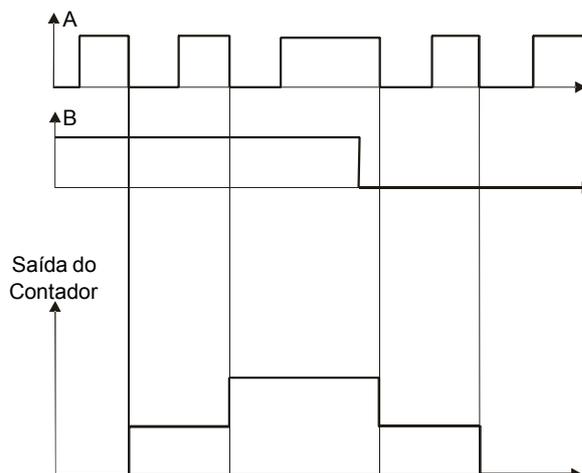

Figura 8.29 - Modo de Contagem 2
**Modo 2** - Um trem de pulsos A deve ser enviado através do conector X8, sendo o sentido de contagem determinado pelo nível lógico de B, de acordo com a figura 8.29.